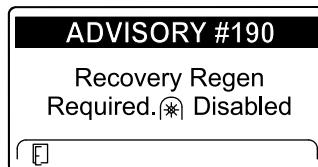

Figure 49
- Régénération d'urgence requise – prise de force désactivée Avis N° 190 (Figure 49)